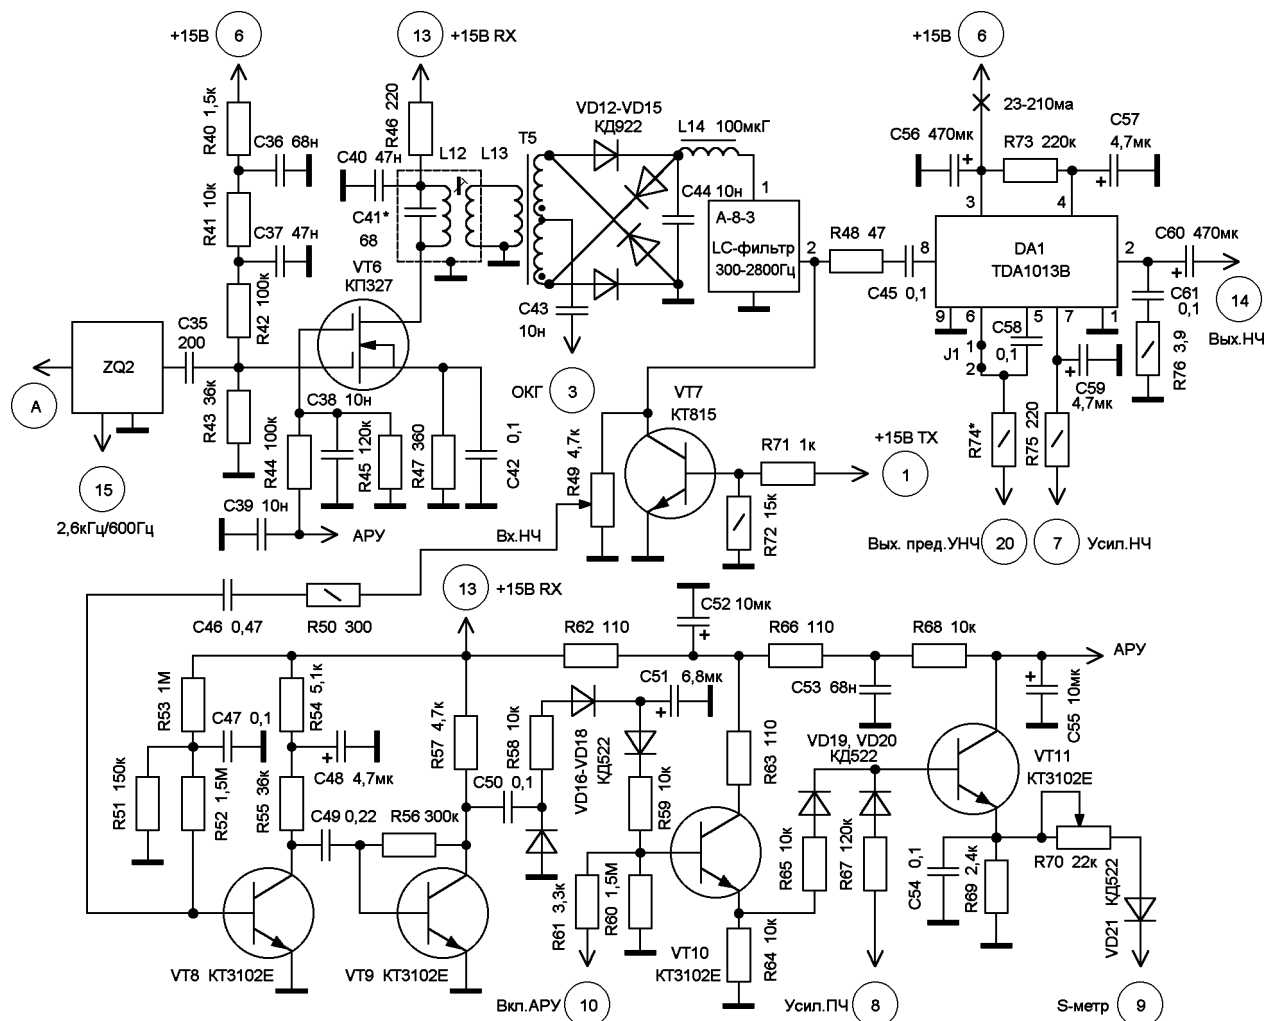
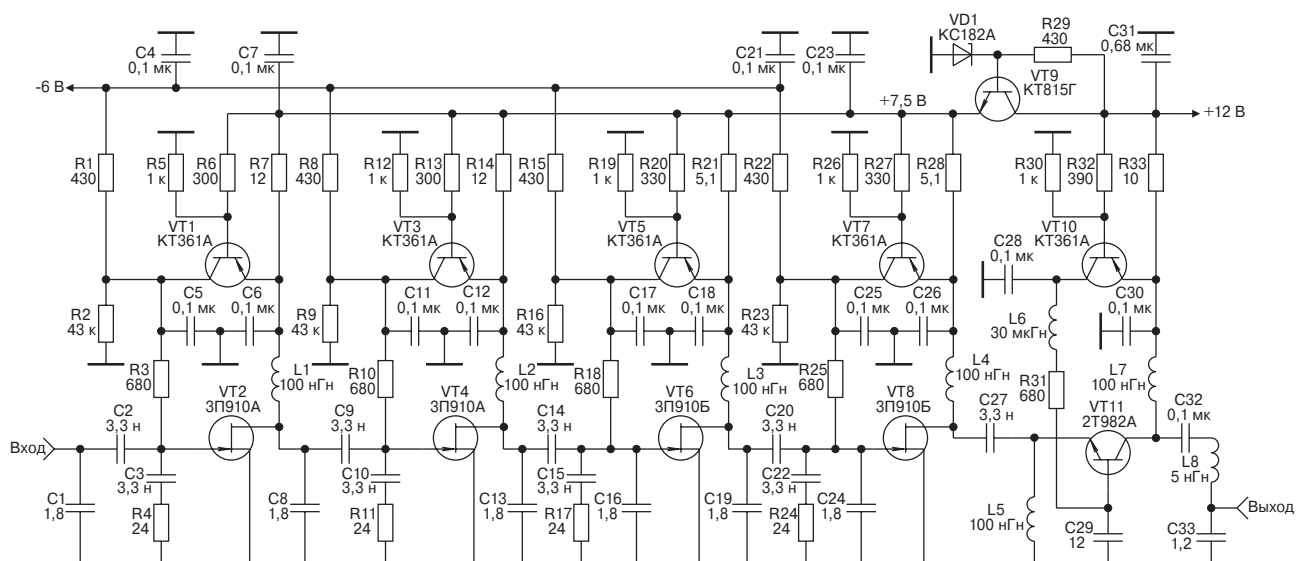
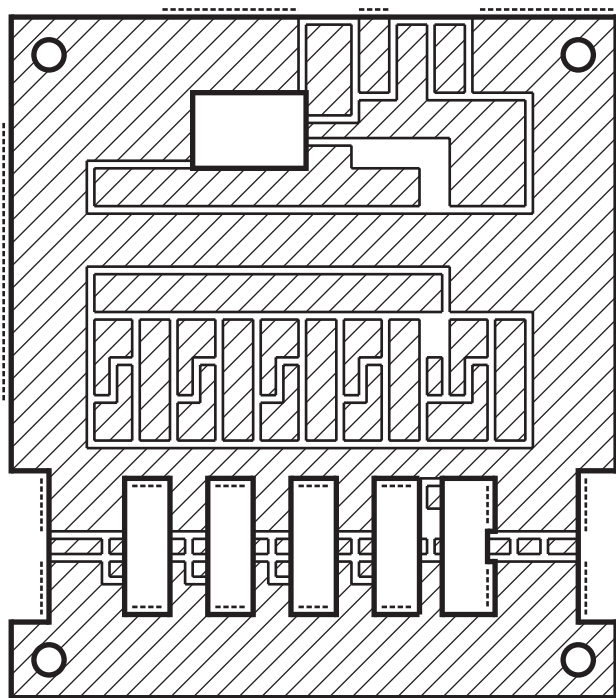
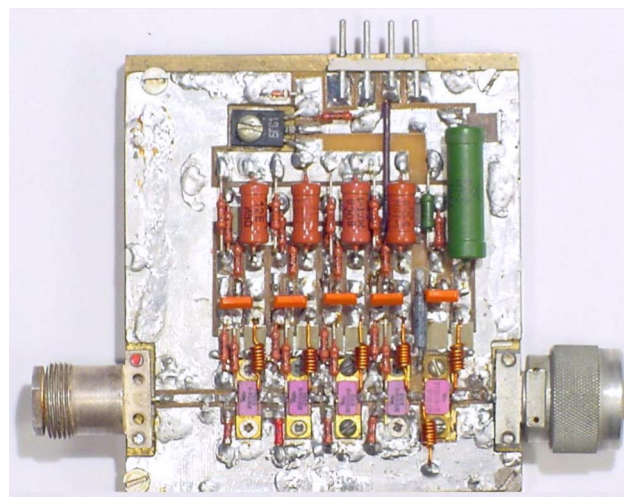

Рис.5
Рис.1
Рис.2
Рис.4
УПЧ приемника состоит из трех каскадов, выполненных на двухзатворных малошумящих полевых транзисторах КП327 (VT4, VT5 - A8-1 на рис.4 и VT6 - A8-2 на рис.5). Между вторым и третьим УПЧ включен подчастотный кварцевый фильтр ZQ2 (A8-2, рис.5) с переключаемой полосой для SSB и CW. Три каскада УПЧ охвачены АРУ. Далее - кольцевой смесительный детектор на диодах КД922 (VD12-VD15). С выхода детектора сигнал для уменьшения уровня шумов проходит через НЧ фильтр с полосой 300-2800 Гц (A8-3, рис.6). Затем через диплексер на RC цепочке сигнал поступает на усилитель НЧ, выполненный на микросхеме DA1 (TDA1013B). Регулировка громкости осуществляется изменением напряжения на выводе 7 микросхемы. С вывода 2 сигнал через разделительный конденсатор поступает на головные телефоны или громкоговоритель.
На транзисторе КП350 (VT3) собран регулируемый усилитель, работающий в режиме передачи SSB или CW сигнала (рис. 4). Регулировка усиления каскада производится изменением напряжения на втором затворе VT3 и достигает глубины более 40 дБ. При желании на второй затвор этого транзистора можно завести напряжение ALC. Потом сигнал проходит через кварцевый фильтр ZQ1, поступает на согласующий каскад VT2, работающий в данном случае истоковым повторителем, и далее в обратимый пассивный высокоуровневый балансный смеситель VD1-VD8, осуществляющий перенос на рабочую частоту. Преобразованный сигнал снимается с первичной обмотки трансформатора Т3 на полосовые фильтры узла А3.
На рис. 1 приведена принципиальная схема усилителя с полосой пропускания 0,13...2,1 ГГц и выходной мощностью 1,5 Вт, в котором отсутствуют указанные выше недостатки. На рис. 2 приведен чертеж печатной платы усилителя, на рис. 3 - показано размещение элементов, а на рис. 4 и обложке - фотография его внешнего вида.
Печатная плата (рис.2) размером 80x90 мм изготавливается из фольгированного с двух сторон стеклотекстолита толщиной 2 мм. Пунктирными линиями на рис.2 обозначены места металлизации торцов, что может быть сделано с помощью медной фольги, которая припаивается к нижней и верхней части платы. Металлизация необходима для устранения паразитных резонансов и заземления нужных участков печатной платы. После металлизации торцов напильником выравнивается нижняя часть платы, и она устанавливается на основание.
Все транзисторы усилителя крепятся к основанию с использованием теплопроводящей пасты. Особо следует остановиться на креплении транзистора VT11. Транзистор 2Т982А предназначен для работы с заземленной базой. Однако в данном случае между базой и общей шиной включен конденсатор С29, конструктивно образуемый основанием усилителя и корпусом транзистора 2Т982А. Для отвода тепла от транзистора 2Т982А между ним и основанием устанавливается керамическая подложка толщиной 1 мм. Крепление транзистора VT11 осуществляется с помощью винтов, на которые надеты изолирующие шайбы и кембрики. Перед ввертыванием крепежных винтов под один из них подкладывается полоска медной фольги с отверстием для винта. К этой полоске в дальнейшее припаивается дроссель L6 (см. рис.4). При сборке усилителя следует минимизировать длину цепи, связывающей сток транзистора VT8 с эмиттером транзистора VT11. Это обусловлено тем, что наличие индуктивной составляющей указанной цепи приводит к неполному сложению сигнальных напряжений, отдаваемых двумя выходными транзисторами VT8 и VT11. В этом случае потери выходной мощности в области верхних частот полосы пропускания усилителя могут достигать значительной величины. К примеру, введение дополнительной индуктивности 1 нГн ведет к уменьшению выходной мощности усилителя на частоте 2 ГГц с 1,5 Вт до 0,7 Вт. Минимизация длины цепи, связывающей сток транзистора VT8 с эмиттером транзистора VT11, возможна с помощью реализации последовательного питания транзисторов VT8 и VT11, как это сделано, например, в [6]. Однако в этом случае повышается вероятность выжигания транзисторов в процессе настройки.
- А. Применен стандартный директор (рис.2);
В. Применен директор с размерами директора диапазона 20 м, т. е. длиной 9,68 м (рис.4). Необходимая фаза тока в директоре обеспечивается за счет включения в центре элемента фазосдвигающей катушки индуктивности L10.